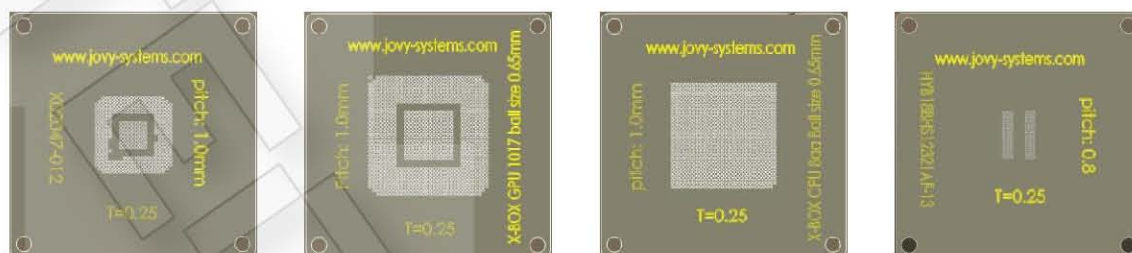

Рисунок 4
**JV-RMX** – Jovy Systems одной из первых начала выпуск набора для реболлинга при ремонте игровой приставки Microsoft **XBox 360**, включающего трафареты для микросхем GPU, CPU, южный мост и микросхем флэш-памяти (см. рис. 4 и табл. 3).